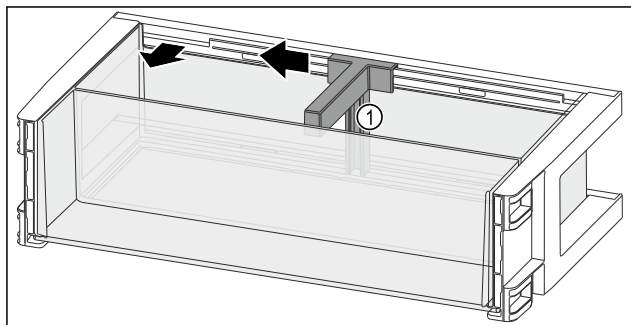

Fig. 92
- Przesunąć uchwyt butelek Fig. 92 (1) na bok do zagłębienia.
- Wyjąć uchwyt butelek Fig. 92 (1).